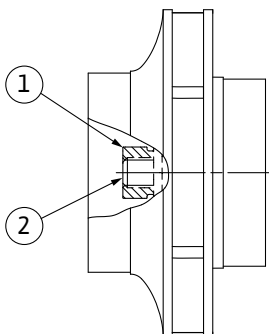

Fig. 106: Posición correcta de la tuerca del rodete tras el montaje
8. Sujete el eje con una llave de boca fija (ancho de boca de 22 mm) y apriete la tuerca del rodete con el par de apriete prescrito (véase la tabla «Par de apriete» [► 31]). La tuerca (Fig. 106, Pos. 1) debe quedar enrasada con el extremo del eje (Fig. 106, Pos. 2) con un margen de tolerancia de aprox. $\pm 0,5$ mm. Si no es así, afloje la tuerca y repita los pasos 4 ... 8.